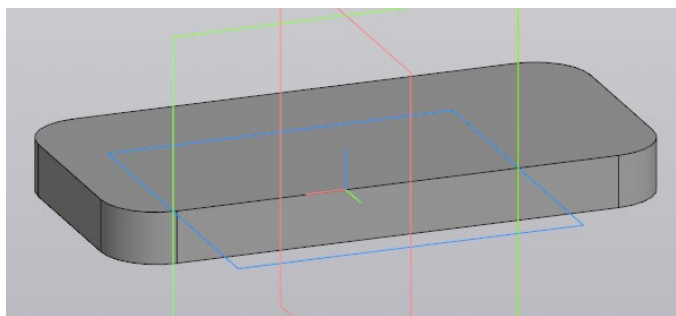

Рисунок 3 – Результат выдавливая первого эскиза
1.3 Выдавите эскиз на высоту 7,5 мм (рис. 3).